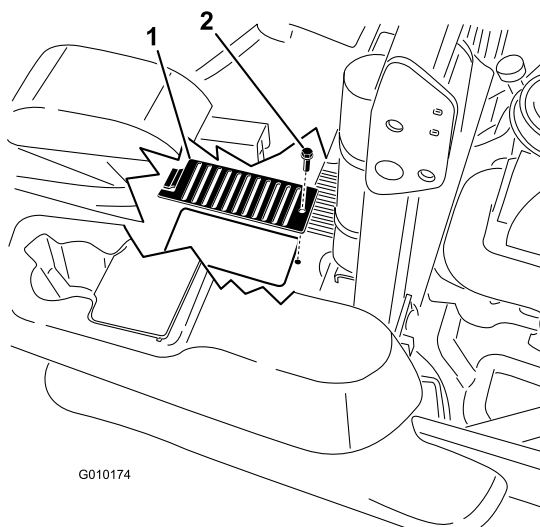

Figura 79
6. Retire el perno y la cubierta de encima de cada varilla (Figura 79).